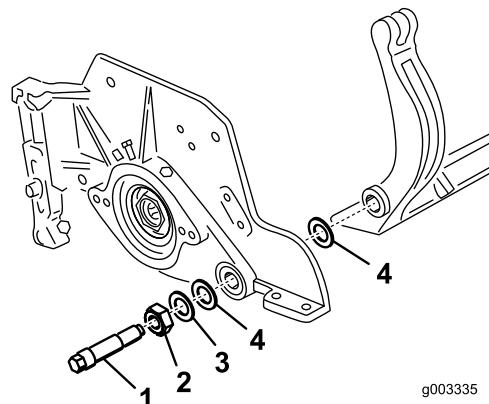

Figure 30
la rondelle en acier estampé situées de chaque côté de la barre d'appui (Figure 30).
- Fixez la barre d'appui sur chaque plaque latérale au moyen des boulons (munis d'écrous) et des 6 rondelles. Une rondelle en nylon doit être placée de chaque côté du bossage de la plaque latérale. Placez une rondelle en acier à l'extérieur des rondelles en nylon extérieures (Figure 30). Serrez les boulons de la barre d'appui à un couple de 27 à 36 Nm.
en acier à l'extérieur de chaque rondelle en nylon (Figure 32). Serrez les boulons de la barre d'appui à un couple de 37 à 45 Nm. Serrez les contre-écrous jusqu'à ce que les rondelles d'acier extérieures cessent de tourner et que le jeu axial soit supprimé, mais ne serrez pas excessivement et ne faites pas fléchir les plaques latérales. Les rondelles peuvent présenter un espace à l'intérieur (Figure 30).